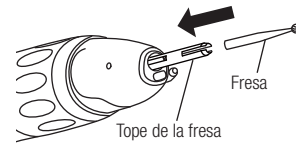

Fig. 3
- 2) Introduzca el tope de la fresa proporcionada en el dispositivo de sujeción (Fig. 3)